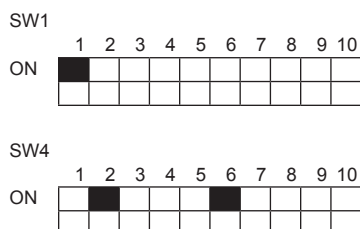

Fig. 2-2
2.4.3. Skift indstillinger (Fig. 2-2)